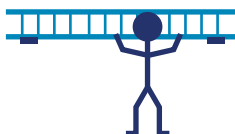

Figura 3: Armazenamento da escada.
- b. Fixar em paredes na posição horizontal apoiada a 30 cm das extremidades e no meio (3 suportes) conforme a Figura 3;